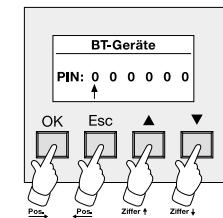
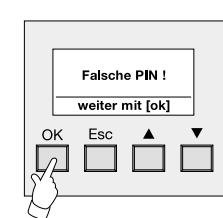
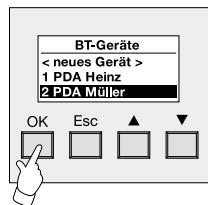

Bild 3:
Bild 4:
Bild 5:
3. An dieser Stelle ist es möglich, dass der Bediener dazu aufgefordert wird, eine PIN einzugeben (Bild 3). Die 6-stellige Identifikationsnummer kann das Gerät auf Benutzerebene vor unbefugtem Fremdzugriff schützen. Die Aktivierung der PIN erfolgt während der Parametrierung des Bluetooth Gateways im ETS-Plugin. Im Parameterzweig "Bluetooth Gateway" kann die "PIN 1 für Geräteverwaltung" freigeschaltet und festgelegt werden. Wenn die PIN 1 nicht freigeschaltet ist, wird an dieser Stelle keine PIN-Eingabe gefordert (direkt weiter mit Schritt 4.). Der Pfeil zeigt die Ziffernposition an, die mit den beiden rechten Pfeiltasten (Δ / ∇) geändert werden kann (0 ... 9). Mit der "OK"-Taste wird die aktuelle Ziffer bestätigt und zur nächsten Ziffer gesprungen. Beim Betätigen der Taste "ESC" kann wieder eine Ziffer zurück gegangen werden. Bei korrekter Eingabe der letzten Ziffer wird das Bluetooth-Gerätemenü angezeigt (vgl. Schritt 4. / Bild 5). Bei einer falschen Eingabe erscheint eine Meldung (vgl. Bild 4) und es erscheint bei Bestätigung mit der Taste "OK" wieder das Hauptmenü (zurück zu Schritt 2).
4. Im Menü "BT-Geräte" zeigt sich eine Liste mit den Namen aller eingelernten Bluetooth-Endgeräte. Die Liste ist leer, wenn noch kein Endgerät eingelernt ist. Durch Anwählen des Gerätes, welches gelöscht werden soll, mit den Pfeiltasten und Betätigung der Taste "OK" wird der Vorgang fortgesetzt (vgl. Bild 5).